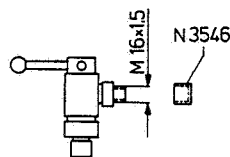

Bild 20: Füllventil mit Verschlußkappe
- Bei Füllventilen mit Füllschläuchen diese abschrauben und auf die Füllventile Verschlußkappen N 3546 stecken. Bild 20.